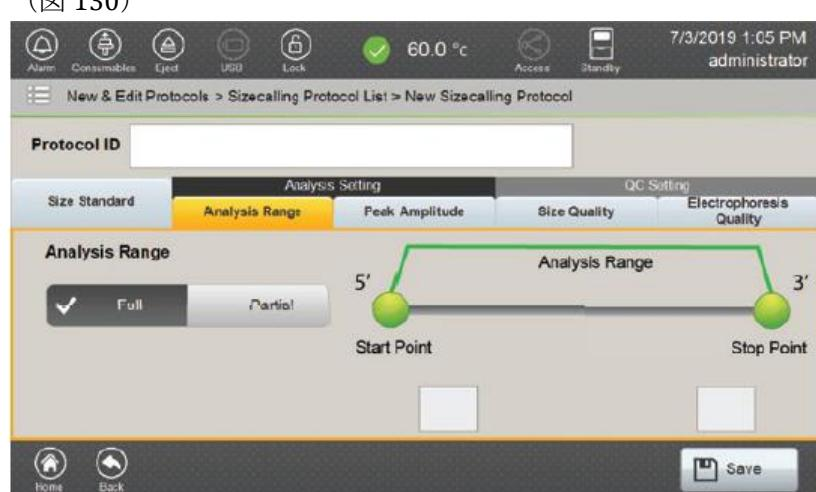
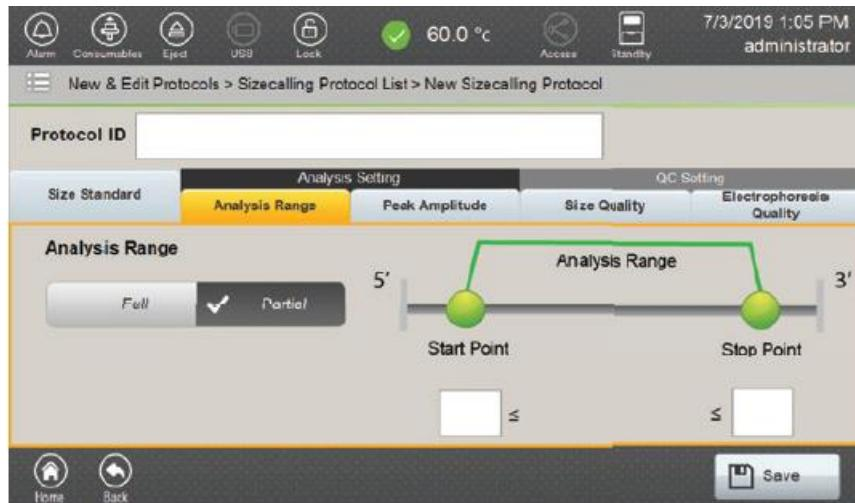

図 130 Full Analysis Range Tab 画面
図 131 Partial Analysis Range 画面
| Analysis Range | <p>ピークを検出するためにデータ処理をするには、scan number と data point の範囲を定義します。</p> <ul style="list-style-type: none"> <li>Full : 収集工程の初めから終わりまでの全範囲を解析します。(図 130) (プライマーのピークも含みます)</li> <li>Partial : Analysis Range (図 131) のタブにある入力欄を使用して、scan number と data point で解析範囲の start と end point を設定します。ソフトウェアの Start Point と stop point に入力できる Data point の範囲は 1 から 32767 です。</li> </ul> <p>Start Point の数値は、常に Stop point に入力した数値より小さくなければなりません。(図 131)</p> <p>注：指定した解析範囲外の data point は解析できません。従って、partial range を選択した場合、使用される Sizecalling Protocol の全ての size standard のピークは、選択された start point と stop point 内になければなりません。そうでない場合、size quality は Fail になります。</p> |
(図 130)
- Partial** を選択すると、Partial Range Analysis を有効にできます。その時に partial range analysis の Start と Stop の point のベースの入力が求められます。(図 131) プライマーピークの後で、最初の必須 size standard のピーク前のポイントを Start point として入力し、最後の必須 size standard fragment の後のポイントを Stop Point として入力します。Start と stop point が適切か判断するために、すでに完了した Run の結果 (セクション 6.1 を参照) から raw data を確認し見ることができます。